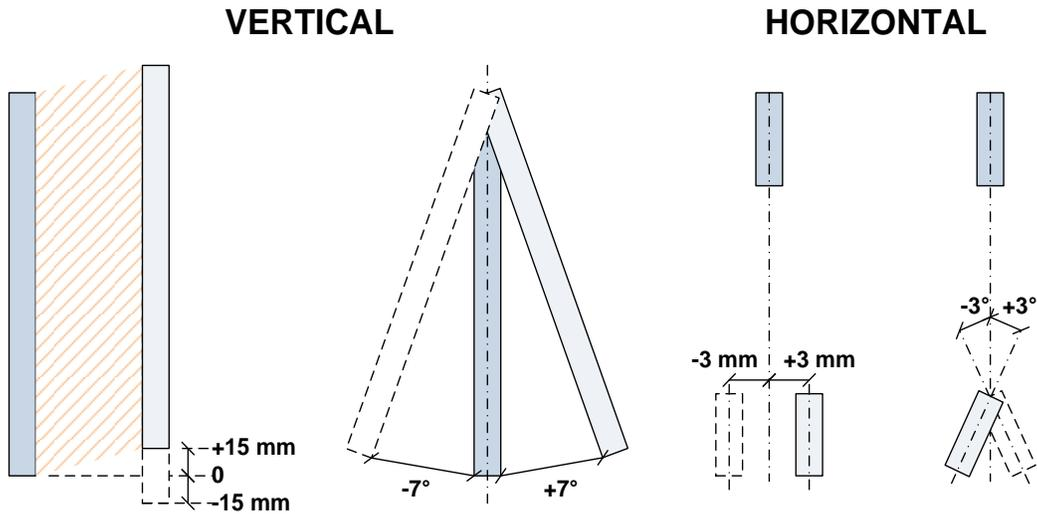

Fig.2 [IT] Disallineamento consentito / [EN] Allowed misalignment / [FR] Désalignement autorisé
Le barriere devono essere in asse tra loro secondo i criteri in Fig.2;
The curtains must be aligned within each other according to Fig.2;
1. Fixer les antennes TX et RX pour couvrir l'entrée de l'ascenseur. Les antennes doivent être alignées comme indiqué en Fig.2 ;